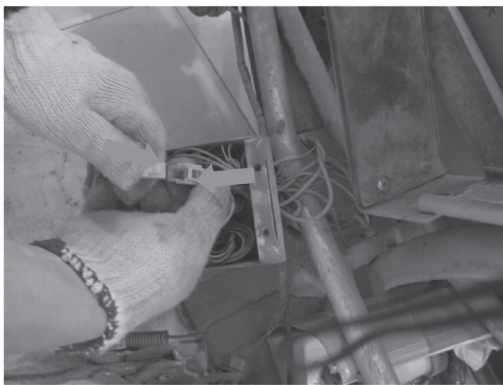

图 8-38 将插接器重新插回
5) 最后将拆下的插接器重新插上, 如图 8-38 所示, 电动机也未恢复正常。